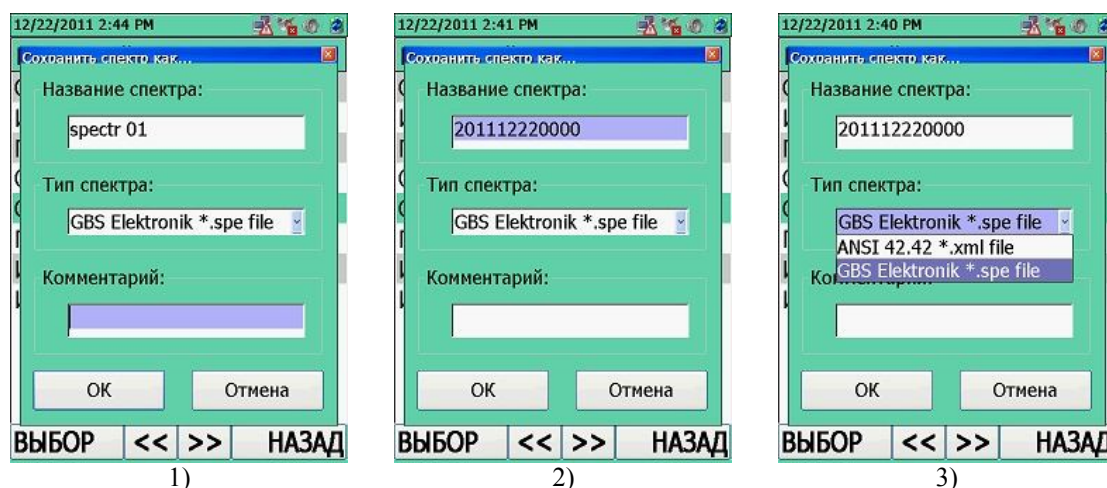

Рисунок 11.15
6) **"Сохранить как..."**. Сохранение накопленного спектра, рисунок 11.15. Навигация по полям формы осуществляется при помощи кнопок джойстика ВВЕРХ/ВНИЗ. Для выбора опции или для вызова панели виртуальной клавиатуры необходимо нажать центральную кнопку джойстика ВВОД . Используя кнопки направления ВВЕРХ/ВНИЗ/ВЛЕВО/ВПРАВО набрать текст в поле, последовательно устанавливая курсор на нужный символ клавиатуры, а кнопкой ВВОД  подтверждая выбор. Кнопкой МЕНЮ/ВЫБОР  закрыть панель клавиатуры и подтвердить ввод текста. Для отказа от введения текста в активное поле и/или возврата нажать кнопку НАЗАД .
Название спектра – название, под которым спектр будет сохранен в памяти прибора, рисунок 11.15 (1, 2). Пользователю предлагается автоматическое сохранение спектра в формате YYYYMMDDXXXX: с указанием в названии текущей даты (YYYYMMDD) и номера спектра относительно текущей даты (XXXX), например: (201201280000).
Тип спектра – выбор формата сохраняемого спектра. Предусмотрено сохранение спектров в двух форматах, рисунок 11.15 (3):